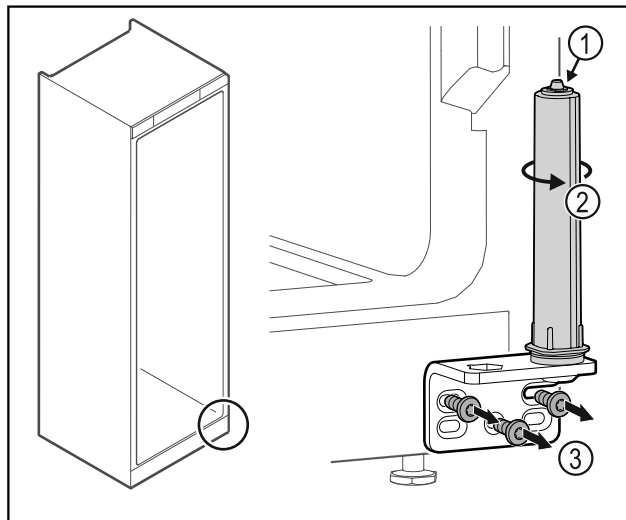

Fig. 34
- Не разбирайте систему закрытия двери Fig. 34 (1)
- Поворачивайте систему закрытия Fig. 34 (2) до щелчка
- Отвинтите шарнирные уголки Fig. 34 (3)